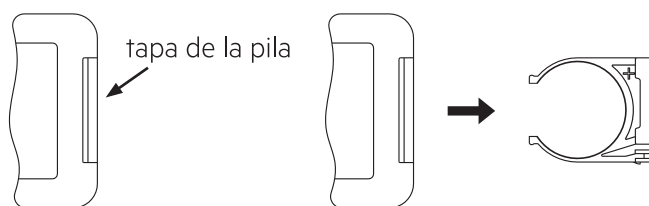

Imagen 1
1. Retire la tapa del compartimiento de la pila, situado en la parte posterior del mando a distancia (véase la Imagen 1).